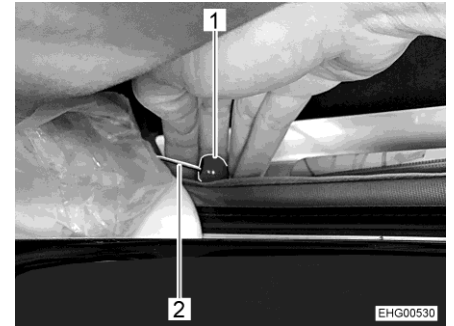

Fig. 71 Desbloqueo de emergencia
- Tirar del botón rojo (Fig. 71,1) del cables de accionamiento (Fig. 71,2) en ambos lados.